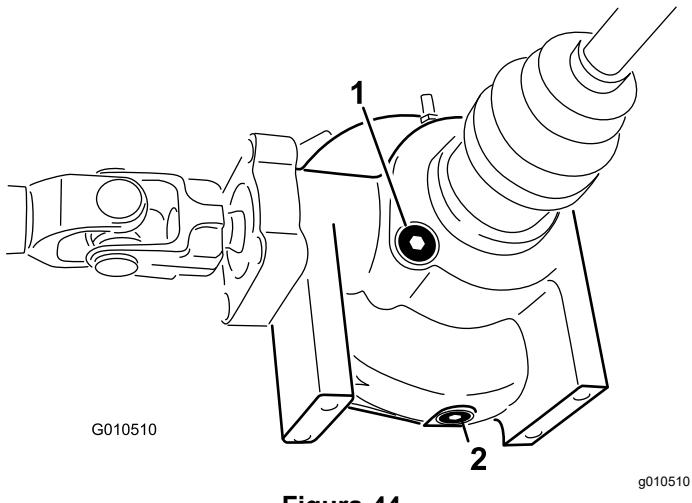

Figura 44
4. Limpie la zona alrededor del tapón de llenado/verificación en el lado del diferencial (Figura 44).
4. Limpie la zona alrededor del tapón de vaciado en el lateral del diferencial (Figura 44).